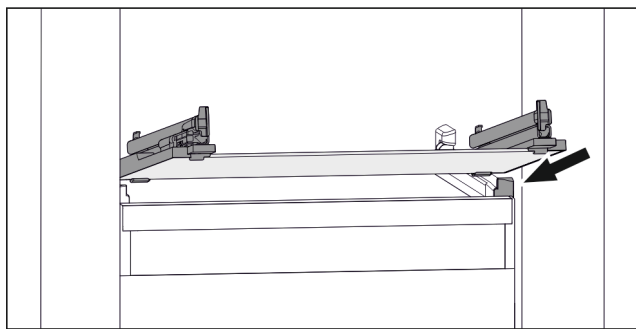

Fig. 141 Příklad znázornění skleněné desky
- ▶ Nasadte skleněnou desku šikmo za zářežky. (viz Fig. 141)